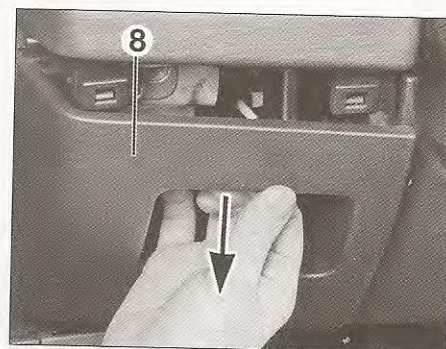
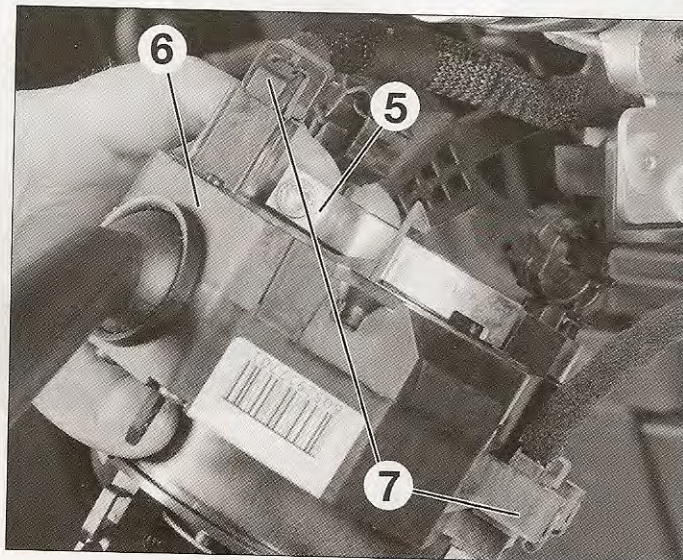

FIG. 7
FIG. 6
- Aflojar la abrazadera (5) del grupo de interruptores (6) (fig. 6).
- Desconectar los conectores (7), separar los cableados y desmontar el grupo de interruptores.
- Desengrapar la guarnición (8) de la caja fusibles habitáculo (fig. 7).